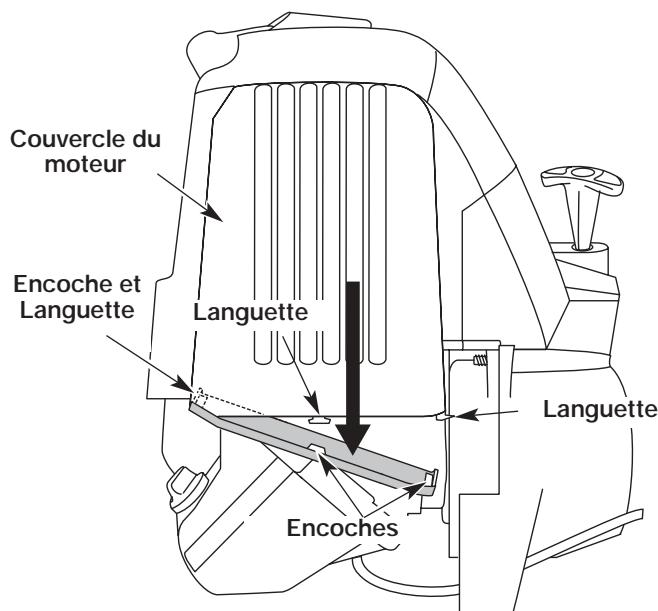

Figure 50
1. Retirez le couvercle du silencieux en appuyant sur le coin à l'aide d'un tournevis à lame plate (Fig. 50). Glissez les encoches sur les côtés du couvercle par-dessus les languettes du couvercle du moteur et retirez le couvercle.
13. Replacez le couvercle du silencieux. Glissez avec un déclic les encoches sur les côtés du couvercle par-dessus les languettes du couvercle du moteur (Fig. 50).